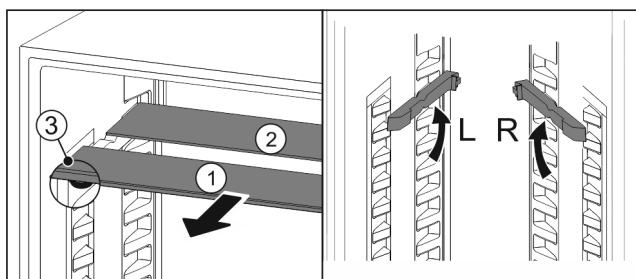

Fig. 91
- ▶ estrarre i ripiani di vetro singolarmente tirando in avanti Fig. 91 (1).
- ▷ Il piano in vetro Fig. 91 (1) con il motivo ornamentale è nella parte anteriore.
- ▷ I fermi Fig. 91 (3) sono rivolti verso il basso.